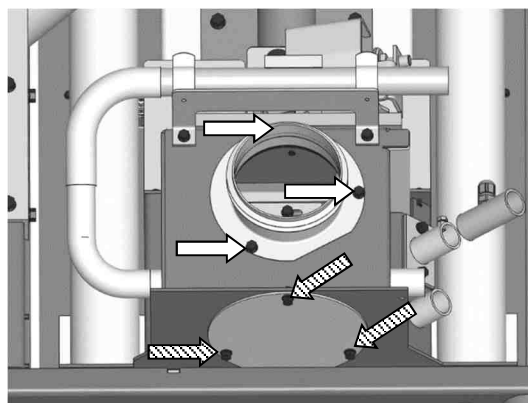

Fig. 32 : transformation du manchon d'admission d'air
1. Dévisser les trois vis de fixation du manchon d'admission d'air (Fig. 32).